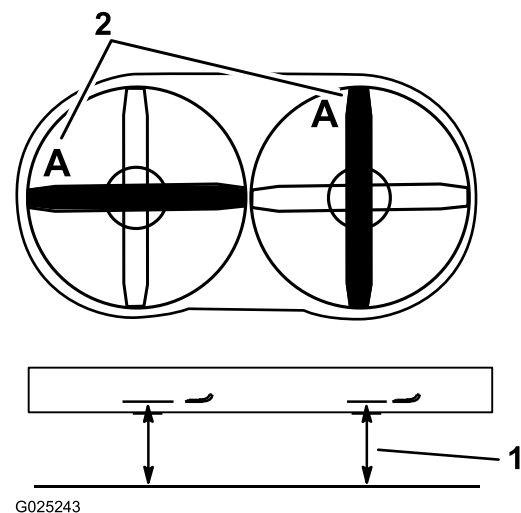

Figura 71
3. Gire 1 cuchilla, tal y como se muestra en la Figura 71.
4. Mida desde una superficie nivelada hasta el filo de corte en la posición A de la cuchilla (Figura 71). Anote esta dimensión.